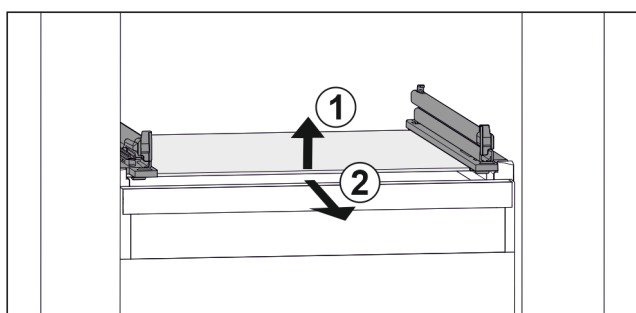

Fig. 68 Vejledende visning af glaspladen
- ▶ Løft glaspladen foran. Fig. 68 (1)
- ▶ Tag glaspladen ud fremefter. Fig. 68 (2)